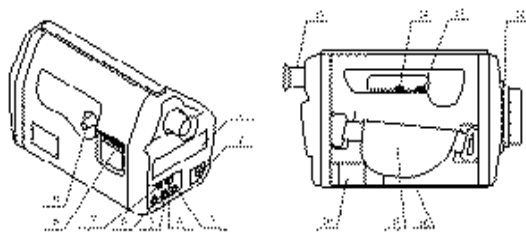

Рис. 4
а) Включить пирометр, для этого один раз нажать на кнопку “Питание” поз.2 рис.4. При этом:
- жидкокристаллический индикатор поз.1 рис.4 на 1 с примет следующий вид: